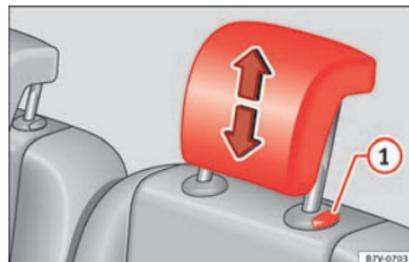

Abb. 151 Kopfstützeinstellung der zweiten der dritten Sitzreihe.
• Die Kopfstütze in Pfeilrichtung nach oben oder unten schieben »» **Abb. 150** oder »» **Abb. 151** ① durch Knopfdruck verstellen »»  in Kopfstütze einstellen auf Seite 16.